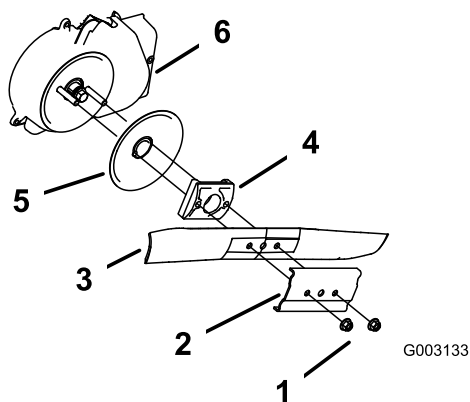

Figure 48
3. Retirez les 2 écrous de la lame et le renfort (Figure 48).
4. Déposez la lame (Figure 48).
5. Déposez le dispositif d'entraînement de la lame et le disque (Figure 48).
6. Déposez la protection du système d'arrêt de la lame (Figure 48).
10. Reposez la lame et le renfort déposés précédemment (Figure 48).